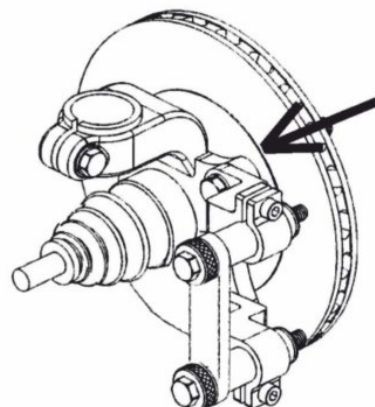

Рисунок 10
**7.2.2** Используйте красный крепежный адаптер, если отверстия для крепления суппорта не имеют резьбы (см. рис. 10).
**7.3.2** Изгиб должен оказаться прямо напротив привода (см. рис. 10)
- Изгиб должен оказаться прямо напротив привода (см. рис. 10)